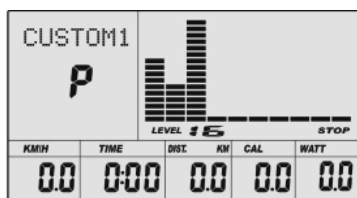

图 33
- F. 第一段负荷闪烁，按 UP、DOWN 键（或旋转）设定希望运动在该段时的负荷大小，然后按 ENTER 键确定所设定的负荷值。采用同以上方法设定第 2 段至第 10 段的负荷值。（如图 33）